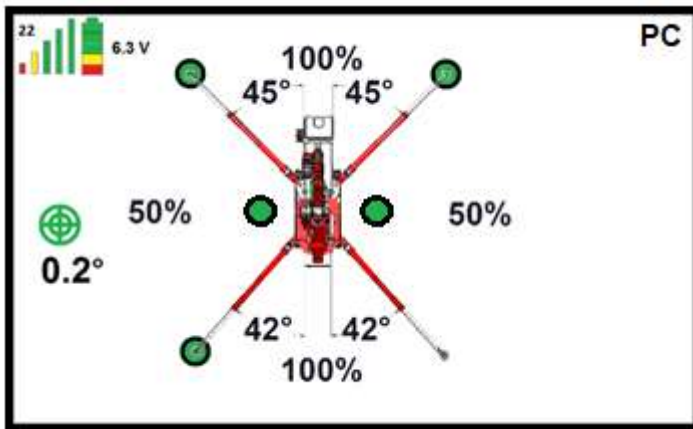

Figure: 42
- En haut à gauche apparaît la fréquence d'émission. Voir (Figure 42), est ici en position 22.
- La puissance du signal est indiquée par 5 barres droites. Lorsque la puissance est bonne, elle apparaît comme sur la (Figure 42). Lorsque le signal faiblit, les barres vertes disparaissent d'abord, et ensuite les jaunes et les rouges. Si le signal est faible, vous pouvez choisir une autre fréquence en allumant et en éteignant l'émetteur et la machine. Voir paragraphe 6.2.1.
- Le faible niveau de batterie apparaît dans le symbole de batterie dans l'angle supérieur gauche de l'écran. Lorsque la batterie est totalement chargée, 3 carrés verts, 1 jaune et 1 rouge apparaissent comme sur la (Figure 42). Lorsque la charge n'est pas pleine, certains carrés disparaissent.
- La tension est affichée en volts. Dans la (Figure 42), elle est de 6,3V.
- La planéité de la machine est également indiquée. Il s'agit des cercles verts à gauche au milieu. Dans la (Figure 42), la grue est inclinée de 0,2°. Le sens de l'inclinaison n'est pas indiqué. On peut le voir au niveau d'eau (voir Figure 34).
- Le pied stabilisateur avant gauche est stabilisé à 45° (Figure 42).
- Le pied stabilisateur avant droit est stabilisé à 45° (Figure 42).
- Le pied stabilisateur arrière gauche est stabilisé à 42° (Figure 42).
- Le pied stabilisateur arrière droit est stabilisé à 42° (Figure 42).
- Vers l'avant de la grue, 100% de la capacité de levage peut être hissée (Figure 42).
- Vers la droite de la grue, 50% de la capacité de levage peut être hissée (Figure 42).
- Vers l'arrière de la grue, 100% de la capacité de levage peut être hissée (Figure 42).
- Vers la gauche de la grue, 50% de la capacité de levage peut être hissée (Figure 42).
- Sur les pieds stabilisateurs se trouve un cercle vert ainsi que 1 pied sans cercle (Figure 42). Le pied stabilisateur sans cercle n'est pas bien stabilisé. Il ne repose sans doute pas sur le sol, ou présente trop peu de pression de stabilisation. Lorsqu'un cercle vert apparaît, la stabilisation est bonne.